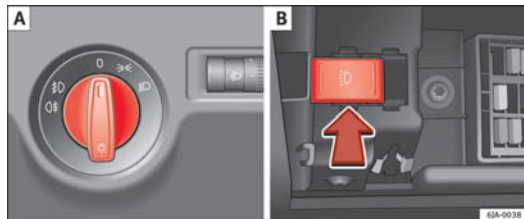

Fig. 55 Kombiinstrument: lyskontakt / Sikringer: kontakt til dagskørelýs
I **højrestyrede biler** afviger placeringen af betjeningsselementerne delvis fra den placering, som er vist på Fig. 55  $\Rightarrow$  Side 91. Symbolerne, der viser de enkelte betjeningsselementer, er dog identiske.
- Drej lyskontakten  $\Rightarrow$  Fig. 55 til position **A**  $\Rightarrow$ .
- Drej lyskontakten  $\Rightarrow$  Fig. 55 **A** til position 0.
Drej lyskontakten ⇒ Fig. 55 A ⇒ Side 91 til position 0.
- Tryk knappen ⇒ Fig. 55 B ⇒ Side 91 **mod højre**.
- Tryk knappen ⇒ Fig. 55 B ⇒ Side 91 **mod venstre**.
- Drej lyskontakten ⇒ Fig. 55 A ⇒ Side 91 til positionen ⇨, og lås bilen. ▶